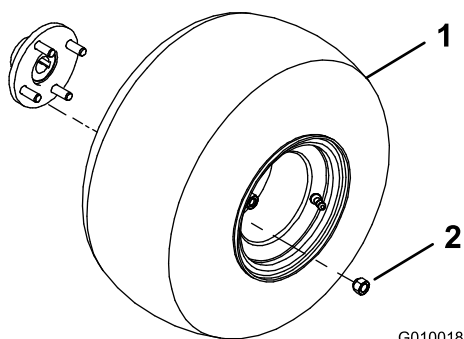

Figura 4
2. Monte un conjunto de rueda en el cubo de cada rueda trasera con las 4 tuercas (Figura 4).